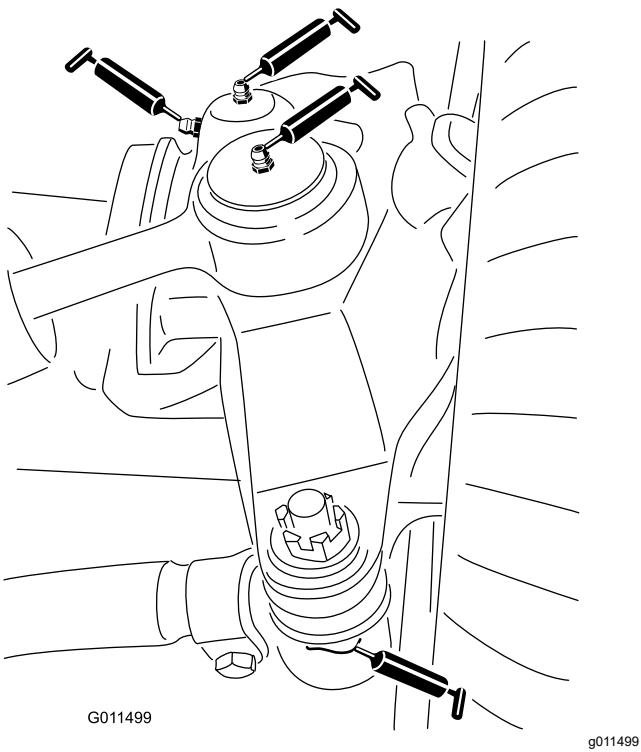

Figura 79
- 2 giunti a sfera del cilindro di sterzatura (Figura 79)
- 2 giunti a sfera del tirante (Figura 79)
- 2 boccole del perno del fuso a snodo (Figura 79). **Lubrificate il raccordo superiore sul perno del fuso a snodo una volta all'anno (2 pompe).**